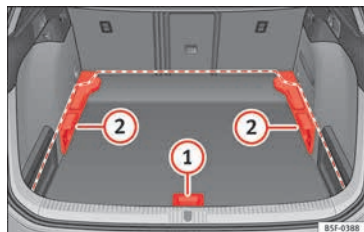
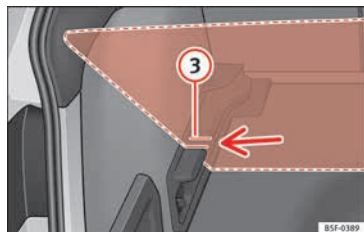

Fig. 180 Piso variable del maletero: posiciones.
Fig. 181 Piso variable del maletero: ranuras inclinadas.
- Levante el piso por el asidero » **fig. 180** ①, tire de él hacia atrás hasta que la parte
- Levante el piso por el asidero » **fig. 180** ①, tire de él hacia atrás hasta que la parte delantera del piso rebase totalmente los soportes ②.
- Haga coincidir esa parte delantera con las ranuras inferiores de dichos soportes y deslice el piso hacia adelante hasta que haga tope en el respaldo de los asientos posteriores bajando al mismo tiempo el piso con el asidero ①.
- Levante el piso variable por el asidero » **fig. 180** ① y tire de él hacia atrás hasta que la parte delantera del piso rebase las ranuras inclinadas » **fig. 181** ③.
- Haga pasar el piso por dichas ranuras ayudándose con el asidero ① hasta que haga tope en el respaldo de los asientos posteriores y se apoye el piso en las ranuras.